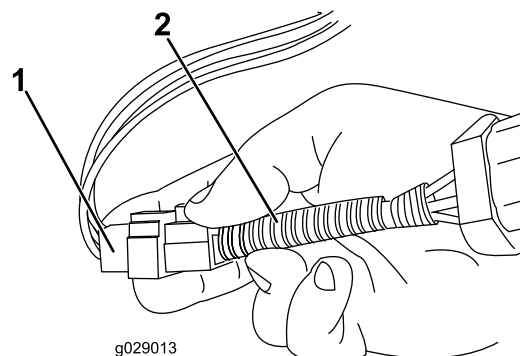

Рисунок 12
4. Подсоедините промежуточный жгут проводки к соединительной вилке электромагнитного отсечного топливного клапана (Рисунок 12).